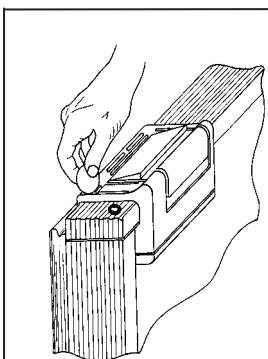

Fig. 1
- Die Tür bzw. den Deckel immer zur Entlüftung öffnen, wenn das Gerät über längere oder kürzere Zeiträume hinweg nicht in Betrieb ist. (Siehe Abb. 1 und 2)
Siehe Abb. 1 und 2.